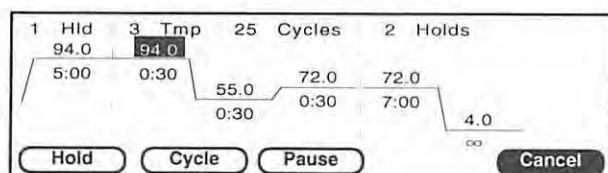

Fig. 2-15 インサートスクリーン (I)
3. **F2** -Insert を押してください。インサートスクリーン (I) (Fig. 2-15)が表示されます。